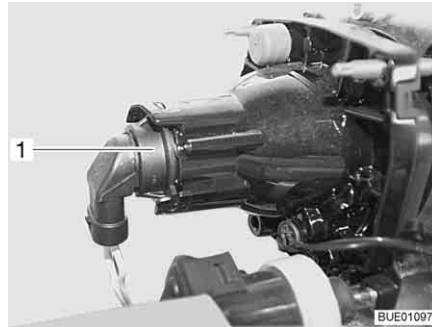

Fig. 285 Faro anabbagliante/abba-
- Afferrare dietro il supporto lampada (Fig. 285,1).